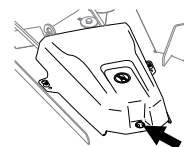

Figura 6
4. Tirate verso l'alto il lato della protezione con il gommino e fate scorrere via la protezione. (Figura 6)